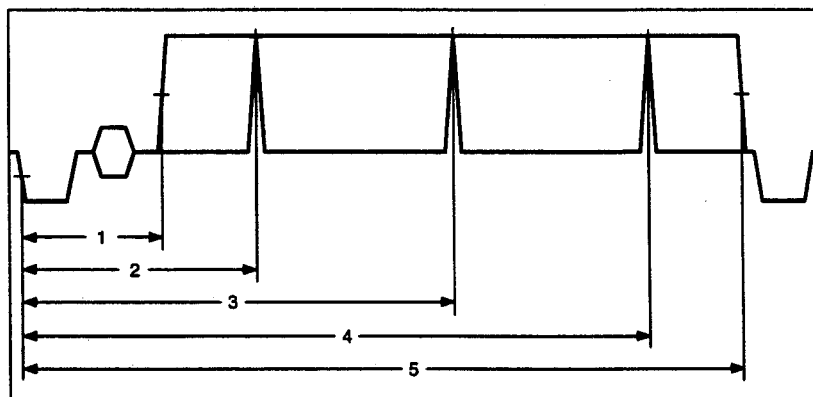

Fig. 3 Croix centrale, séquence
- direction horizontale, Fig. 3
Position de la croix centrale, Fig. 3, 4, 5